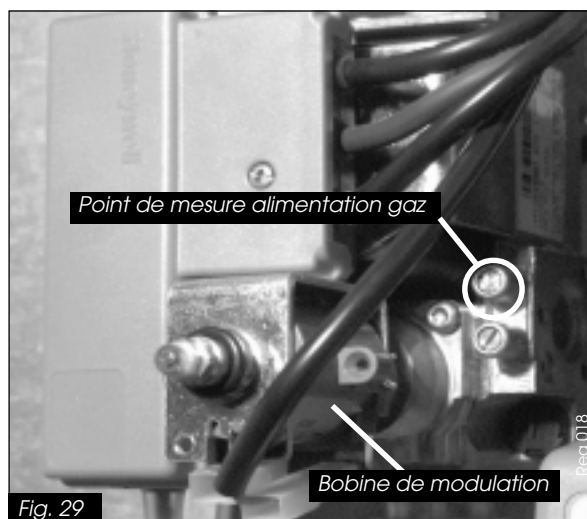
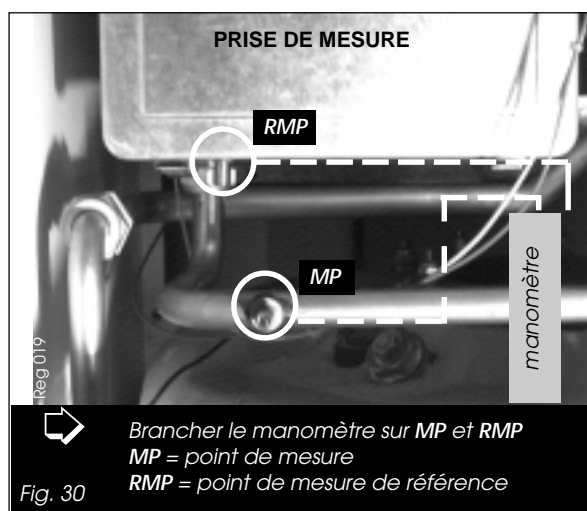

Fig. 29
Fig. 30
La pression du gaz, au niveau de la vanne gaz modulante (pression entrée), peut être contrôlée au moyen de la prise de pression alimentation gaz prévue à cet effet au moins trois minutes après l'allumage de la chaudière (fig. 29). Par contre, la pression au brûleur doit être prise comme pression différentielle entre les points de mesure MP et RMP (fig. 30) comme indiqué ci-après.
- Retirer un fil électrique sur la bobine modulante de la vanne gaz (fig. 29).
- Raccorder le manomètre en U aux points MP et RMP comme indiqué (fig. 30).
Contrôler les valeurs de la pression minimale et maximale de la vanne gaz modulante. Procéder aux éventuelles retouches. Protéger les vis de réglage en utilisant le capot prévu à cet effet. Refermer la prise de pression sur la vanne gaz (fig. 29).